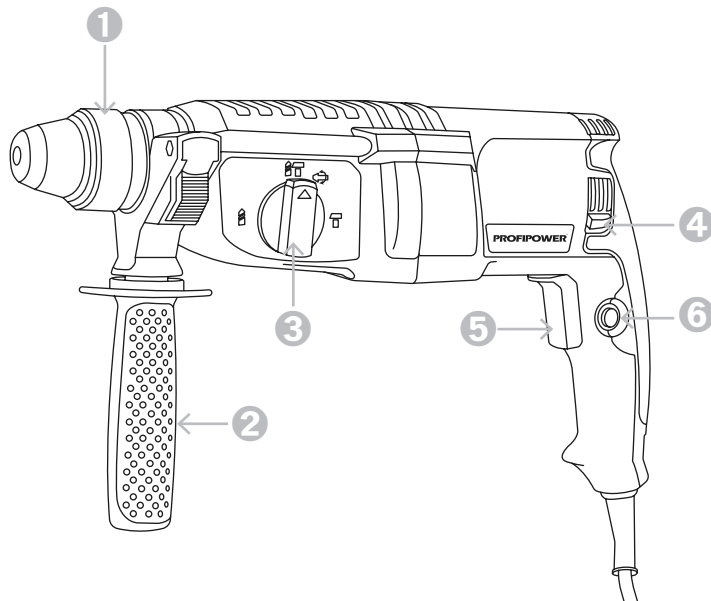

Рисунок 1.1. Устройство инструмента
ВНИМАНИЕ! Пользуйтесь электроинструментом только с дополнительной рукояткой «3» (рисунок 1.1.). Дополнительную рукоятку «3» можно повернуть в любое положение для удобства контроля инструмента и безопасной работы.
① Для включения электроинструмента нажмите триггерный выключатель «6» (рисунок 1.1.) и держите его нажатым.
② Для выключения электроинструмента отпустите триггерный выключатель «6» При продолжительной эксплуатации нажмите на триггерный переключатель
ВНИМАНИЕ! Перед работой всегда проверяйте направление вращения. Пользуйтесь переключателем «5» только после полной остановки инструмента, чтобы избежать его повреждения. Для ударного сверления и для долбления всегда устанавливайте правое направление вращения. Направления вращения патрона можно изменять с помощью переключателя «5», при отпущенной клавише выключателя «6» (рисунок 1.1.). Для вращения вправо прижмите переключатель направления вращения «5» вниз до упора. Для вращения влево прижмите переключатель направления вращения «5» вправо до упора.
ВНИМАНИЕ! Изменяйте режим работы только при выключенном электроинструменте! В противном случае электроинструмент может быть поврежден. Перфоратор имеет три режима: сверление без удара, сверление с ударом, долбление. Переключателем режимов «4» (рисунок 1.1.) выберите режим работы электроинструмента в соответствии с Таблицей 4.
Вы можете плавно регулировать число оборотов и ударов включенного электроинструмента, сильнее или слабее нажимая на выключатель «б» (рисунок 1.1.) Легким нажатием на выключатель «б» инструмент включается на низкое число оборотов и низкое число ударов. С увеличением силы нажатия число оборотов и ударов увеличивается.